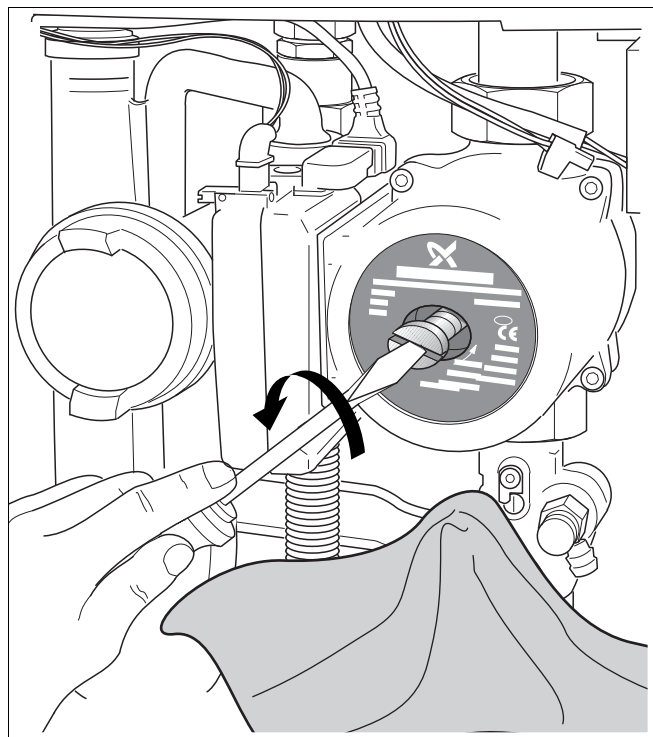

Рис. 70 Удаление воздуха из насоса
- Удалить воздух из насоса, отвинтив винт для удаления воздуха на передней стороне насоса (рис. 70).